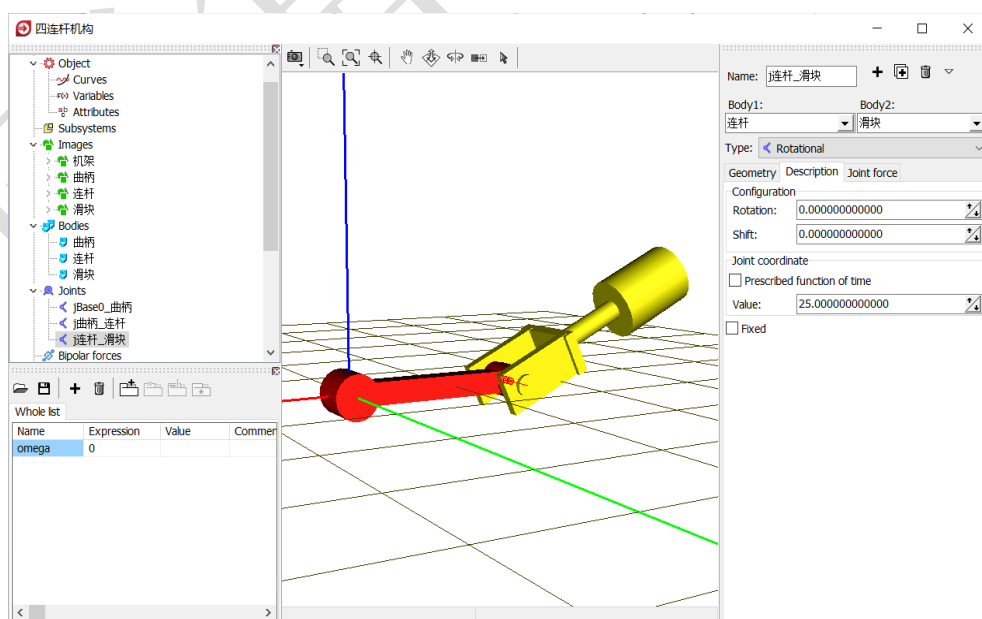

图 2-59
- 15) 切换到 **Description** 页面, 将 **Value** 值设为 **25** (度), 如图 2-59。表示将滑块相对连杆转动一定角度作为初始状态。注意对于每一个 Joint, 在局部视图模式下, 显示的都是 Joint 连接的第一个物体的局部坐标系。